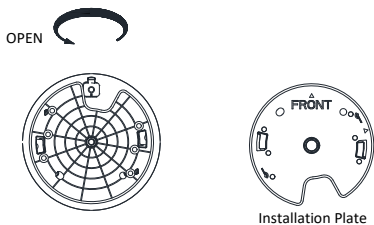

Abbildung 2-5 Montagesockel abnehmen
1. Drehen Sie den Montagesockel gegen den Uhrzeigersinn und entfernen Sie ihn, wie in Abbildung 2-5 gezeigt.